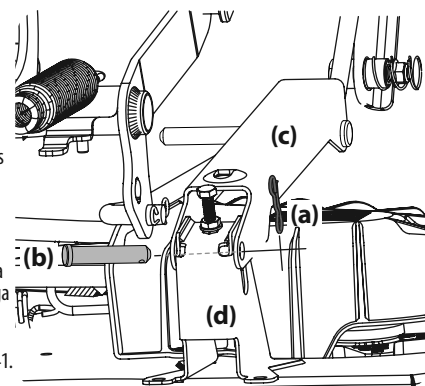

Figura 41
- a. Extraiga los dos pasadores con unión curva (a) de los pasadores de horquilla (b) que sujetan los soportes del varillaje de elevación (c) a los soportes traseros de elevación de la plataforma (d) en la plataforma. Extraiga los pasadores de horquilla (b). Consulte la Figura 41.